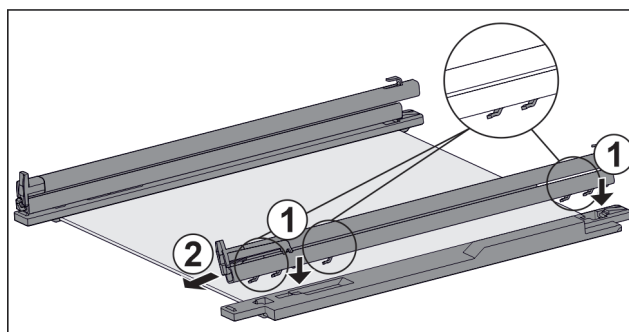

Fig. 104 Ripiano in vetro con guide e fermi
- ▶ Inserire il gancio della guida sulle aperture del **gancio** sinistro. Fig. 104 (1)
- ▶ Tirare la guida in avanti. Fig. 104 (2)
- ▶ Inserire il gancio della guida nelle aperture del **gancio** destro. Fig. 104 (1)